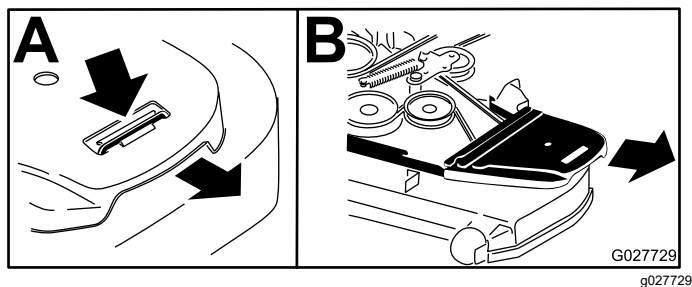

Figura 60
5. Desaperte os parafusos que fixam as proteções da correia e retire as proteções da correia (Figura 60).